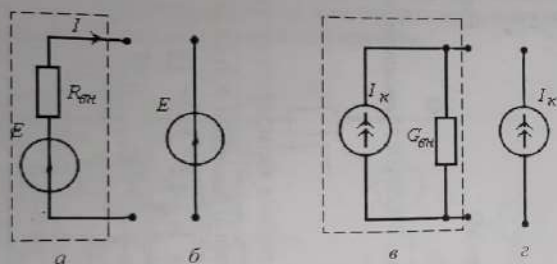

Рис. 1.2. Идеальные и реальные источники энергии
Источником напряжения (ЭДС, тока) называют источник, напряжение (ЭДС, ток) которого не зависит от сопротивления внешней цепи R_H . Схемы замещения реальных источников приведены на рис. 1.2: источник ЭДС (напряжения) – на рис. 1.2, а, источник тока – на рис. 1.2, б. Величина ЭДС источника (E) измеряется в режиме холостого хода (т.е. при токе в источнике $I_k = 0$) и равна напряжению на его зажимах. В схемах замещения источников резистор $R_{ин} = 1/G_{ин}$ учитывает тепловые потери энергии, выделяемые внутри источника. Если внутреннее сопротивление источника ЭДС (напряжения) равно нулю, а источника тока – бесконечности, то такие источники называют идеальными (рис. 1.2, в, г).